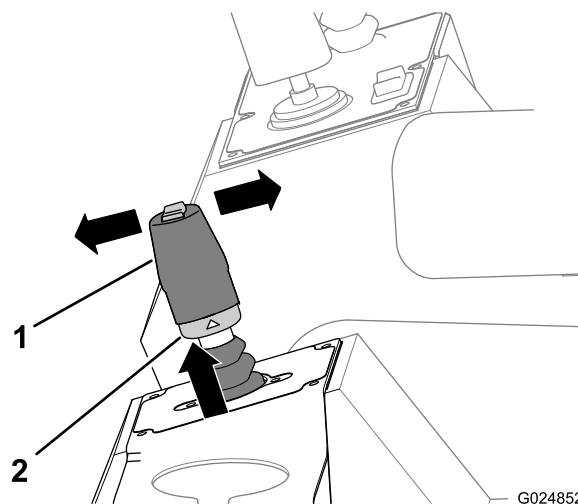

Рисунок 42
2. Поднимите стопорное кольцо в нижней части рукоятки джойстика (Рисунок 42).
- Переместите рычаг вперед (в направлении передней части машины), чтобы машина двигалась вперед (Рисунок 42).
- Переместите рычаг назад (в направлении задней части машины), чтобы машина двигалась назад (Рисунок 42).
4. Отпустите стопорное кольцо и рычаг (Рисунок 42).
5. Верните рычаг в положение «Нейтральное», чтобы остановить машину (Рисунок 42).